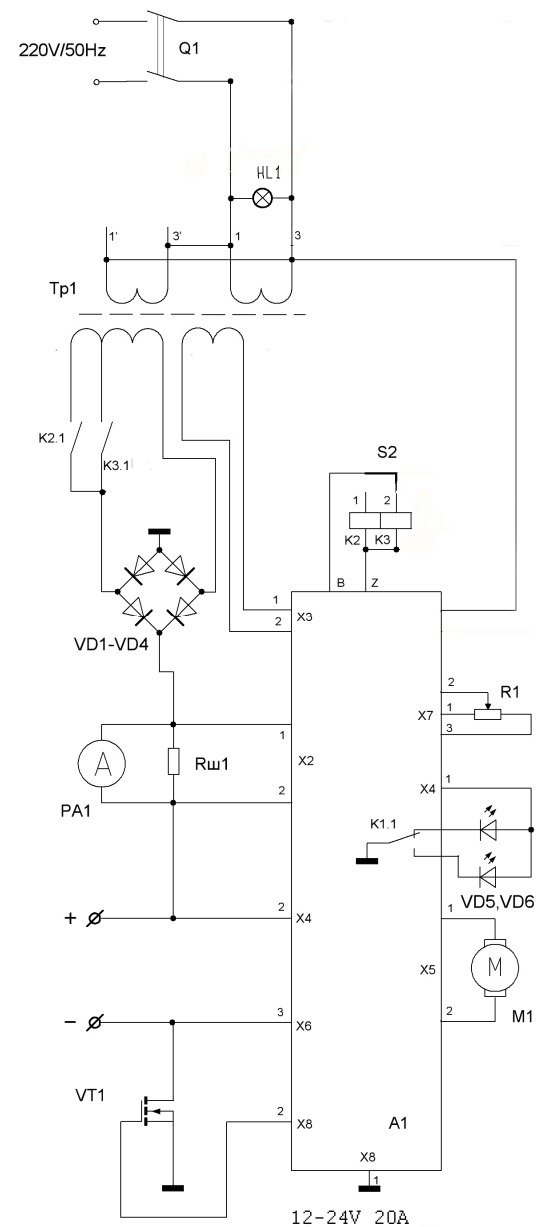

Рис. 2. Схема электрическая принципиальная
4.2 Схема электрическая принципиальная на рис.2., перечень элементов в таблице 1.
5.6. Розетка для включения устройства в сеть должна быть установлена на рабочем месте и подключена к сети в соответствии с рис. 2. со стороны контакта "фаза" на корпусе розетки необходимо сделать пометку краской. При подключении вилки в розетку отметки на вилке и розетке должны совпадать. Не допускается подключение к сети в бытовых условиях. При повреждении шнура питания его следует заменить специальным шнуром или комплектом, получаемым у изготовителя или его агента.